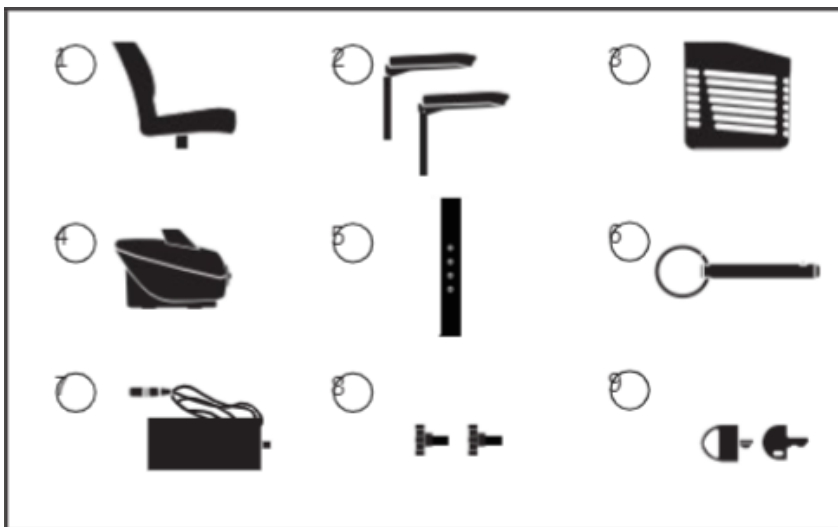

Figura 17
1. Por favor, coloque todas as peças após desmontar o scooter na caixa original fornecida por nós para garantir um transporte seguro (ver Figura 17).